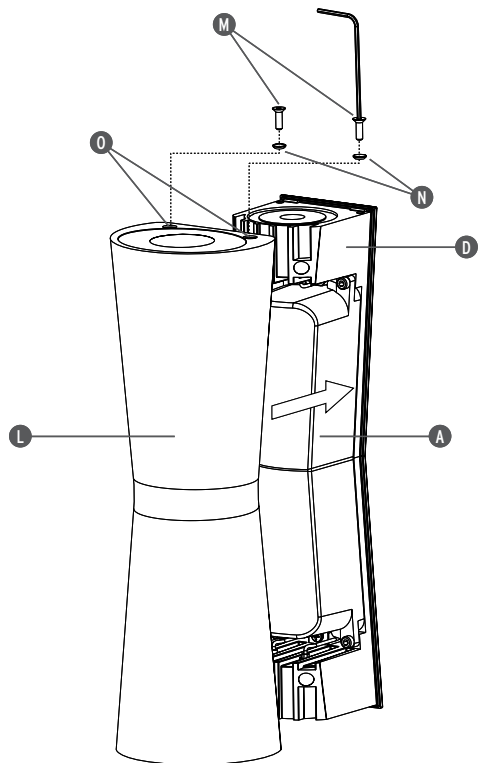

Fig. 5
- <IT> Fig.5 Rimontare la copertura (A); montare il corpo esterno (L) sul corpo interno (D) con le viti (M) in dotazione avendo cura di posizionare correttamente le rondelle (N) nelle apposite sedi (O).
- <GB> Fig.5 Remount the cover (A); mount the external body (L) onto the internal body (D) with the screws (M) included taking care to put the washers (N) in the correct positions (O).